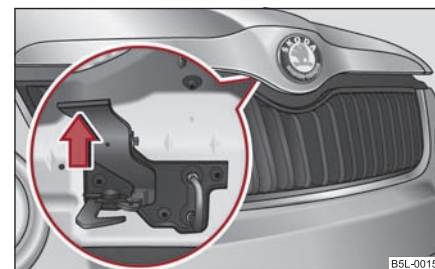

Fig. 15 Grilajul radiatorului: Mănerul de siguranță
- Trageți mânerul de siguranță ⇒ pagina 15, fig. 15 și capota motorului se deblochează.